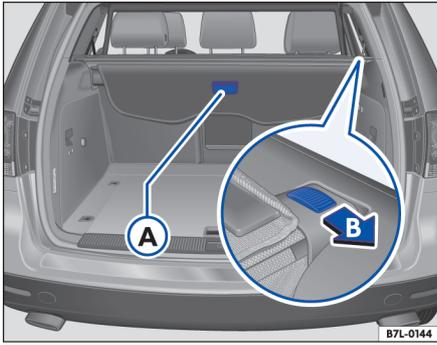

Fig. 71 Tapamaaletero: tirador A y desbloqueo B para el desmontaje
- Utilizando el tirador ⇒ fig. 71 (A) despliegue la tapa hacia atrás y enláncela en los laterales.